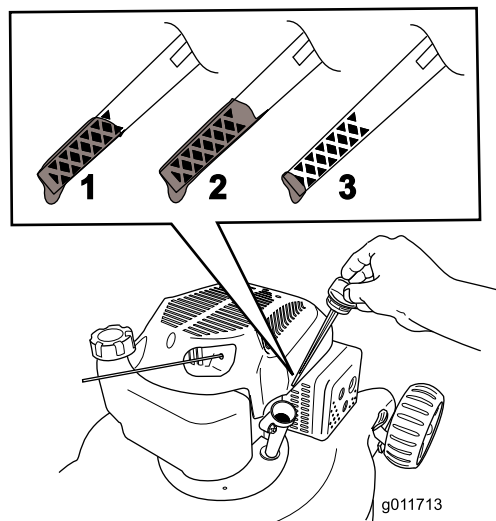

Рисунок 20
**Примечание:** Заливайте масло в картер двигателя до тех пор, пока масломерный щуп не покажет, что достигнут нужный уровень масла в двигателе, как показано на (Рисунок 20). В случае перелива слейте некоторое количество масла из двигателя, как описано в 5.